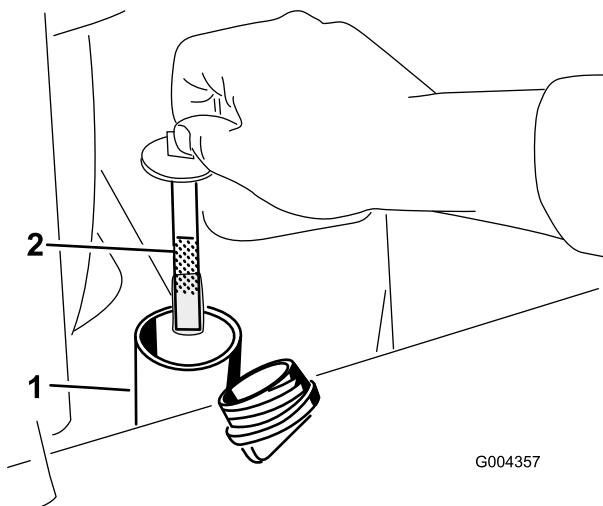

Bild 19
- Entfernen Sie den Deckel vom Einfüllstutzen und überprüfen Sie den Ölstand auf dem Peilstab (Bild 19).